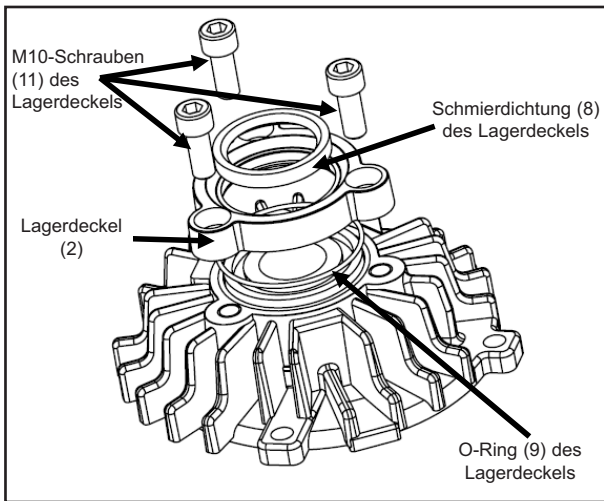

Abb. 16
1. Die drei M10-Schrauben (11) lösen, mit denen das Blech befestigt ist. Dann den Lagerdeckel (2) entfernen ; siehe Abb. 16.